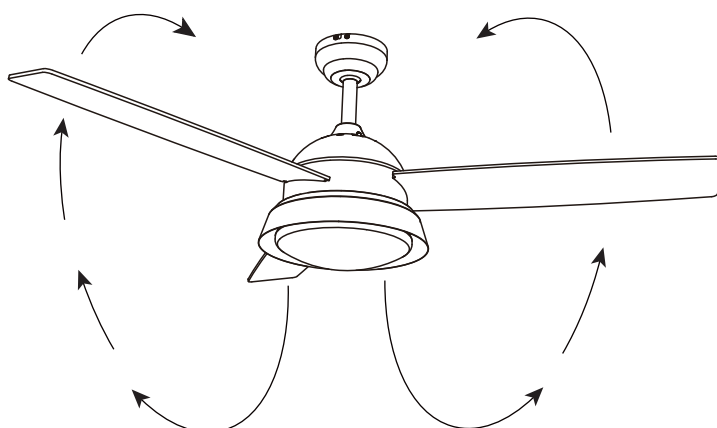

Figura 17
***Clima cálido - (Hacia adelante)** Un flujo de aire hacia abajo crea un efecto de enfriamiento como se muestra en la Figura 17. Esto le permite ajustar su acondicionador de aire a un ajuste más alto sin afectar su comodidad.